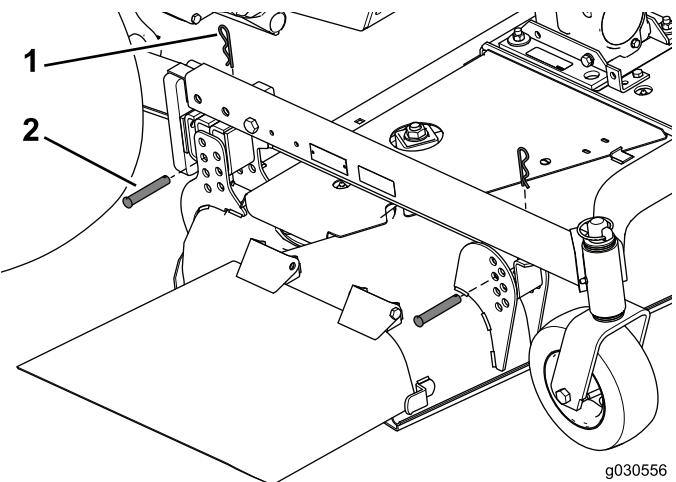

図 33
- エンドヨークをギアボックスのシャフトに固定しているクレビスピングとヘアピンを外して脇に置く図 33。